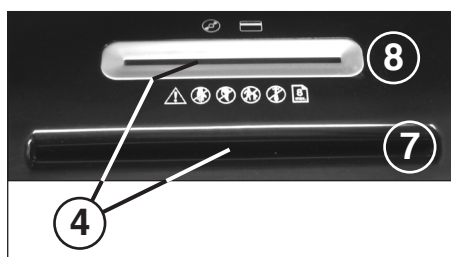

Abb. 2
- 4 = Lichtschranke (Vorwärtslauf) (Abb. 2)**
- 7 = Papierzuführschacht (Abb. 2)**
- 8 = Sicherheits-Zuführschacht (Abb. 2)**
**Papier** durch den Papierzuführschacht (7) (Abb. 2) dem Schneidwerk zuführen.
**Datenträger** (CD, DVD oder Kreditkarte) einzeln durch den separat angeordneten Sicherheits-Zuführschacht (8) (Abb. 2) dem Schneidwerk zuführen.